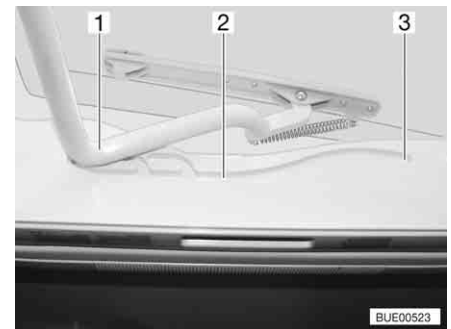

Fig. 66 Lanterneau Heki, glissière
- Tirer l'étrier (Fig. 66,1) dans les glissières (Fig. 66,2) jusqu'à la position la plus reculée (Fig. 66,3).
- Pousser l'étrier (Fig. 66,1) légèrement vers le haut avec les deux mains.
- Tirer l'étrier dans les glissières (Fig. 66,2) jusqu'à la position souhaitée.